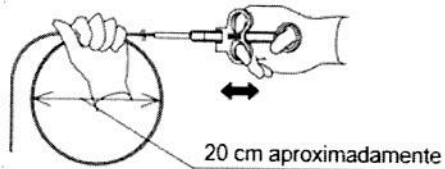

Figura 1
1. Sujete el instrumento tal como se muestra en la Figura 1 y forme un lazo de unos 20 cm de diámetro en la porción de inserción.
1 Sujete el instrumento tal y como se muestra en la Figura 1 y forme un bucle de unos 20 cm de diámetro en la porción de inserción.
2 Sujete el instrumento tal y como se muestra en la Figura 1 y forme un bucle de unos 20 cm de diámetro en la porción de inserción.